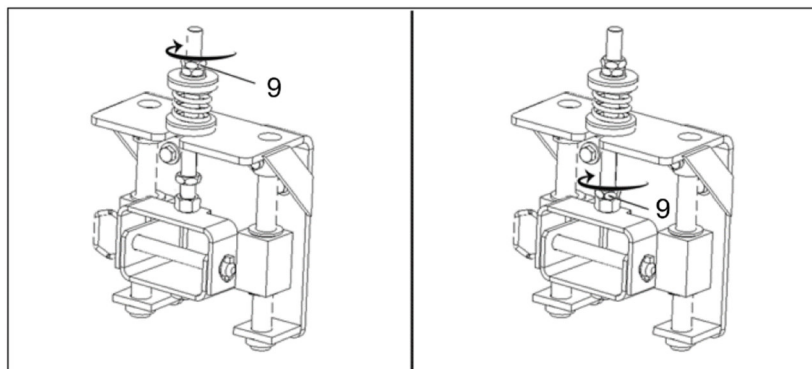

Рис. 11
19. Используйте контргайку (9, рис. 11 слева), чтобы вкрутить резьбовую шпильку.
20. Затяните контргайку (9, рис. 11 справа) и таким образом закрепите резьбовой стержень.